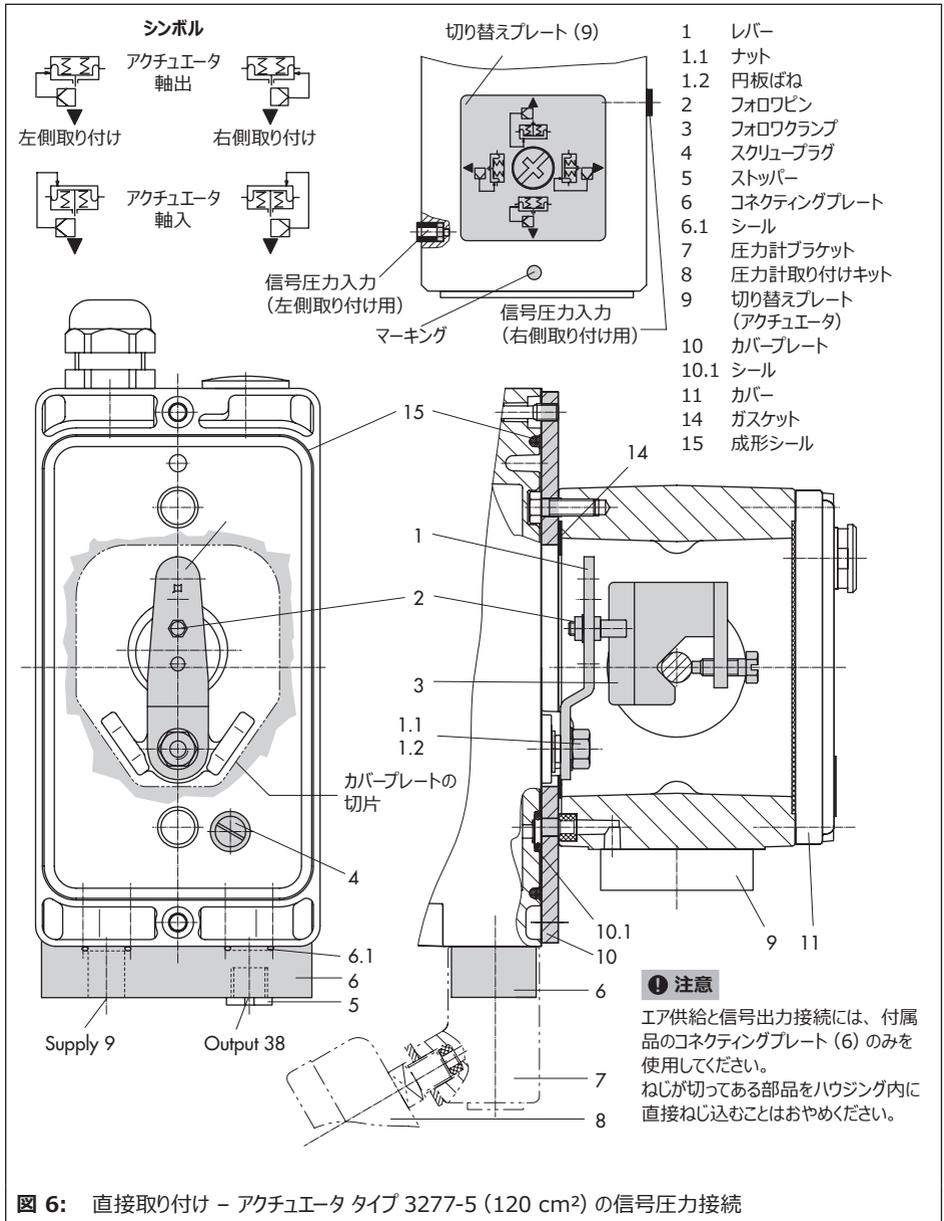

図 6: 直接取り付け - アクチュエータ タイプ 3277-5 (120 cm²) の信号圧力接続
120 cm² のアクチュエータ (図 6 を参照)
1. コネティングプレート (6)、または圧力計を装着した圧力計ブラケット (7) をポジションナに取り付け、2 つのシール (6.1) が正しく固定されていることを確認します。
2. ポジションナの背面にあるスクリープラグ (4) を取り外し、コネティングプレート (6) または圧力計ブラケット (7) の信号圧力出口 (38) を、付属品のストッパー (5) でシールします。
3. フォロワクランプ (3) をアクチュエータ軸の上に置き、取り付けねじがアクチュエータ軸の溝に収まるように位置を調節し、しっかりとねじ込みます。
4. 狭い側の切片 (図 6 の左側) が信号圧力接続の方を向くように、カバープレート (10) を取り付けます。ガスケット (14) がアクチュエータヨークの方を向いていることを確認します。
5. **15 mm ストローク:** ポジションナ背面の M レバー (1) にあるフォロワピン (2) をピン位置 35 (納入時の状態) に維持します。
7.5 mm ストローク: ピン位置 35 からフォロワピン (2) を取り外し、ピン位置 25 の穴に再配置してしっかりと固定します。